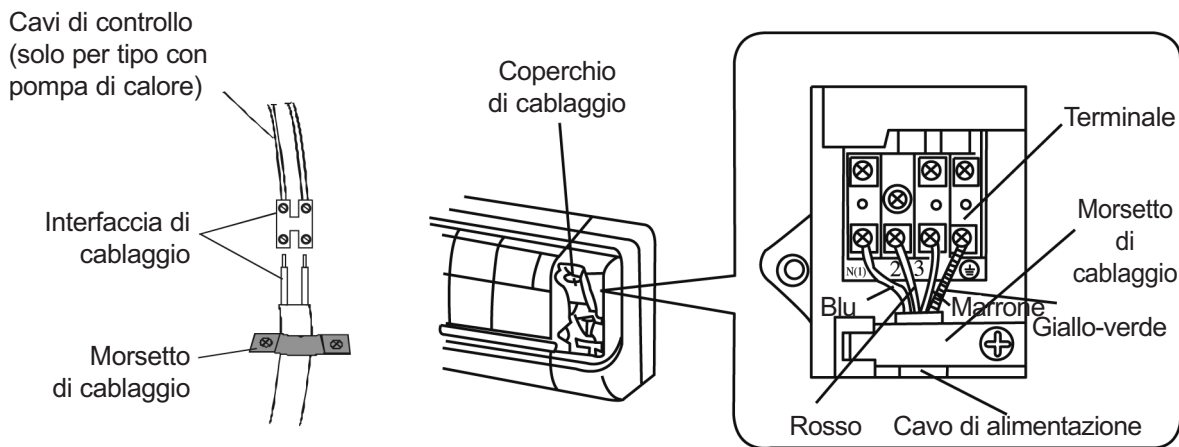

Fig.3
4. Per i modelli #20 #25 e 35, collegare il filo blu del cavo d'alimentazione al terminale "N(1)", quello marrone al terminale "2", e quello giallo-verde (cavo di messa a terra) al terminale "⊕" come mostrato in Fig.3. Fissare quindi il cavo di alimentazione per mezzo dell'apposito morsetto.
5. Per il modello #45, collegare il filo blu del cavo d'alimentazione al terminale "N(1)", quello rosso al terminale "2", quello marrone al terminale "3" e quello giallo-verde (cavo di messa a terra) al terminale "⊕" come mostrato in Fig.3. Fissare quindi il cavo di alimentazione per mezzo dell'apposito morsetto.